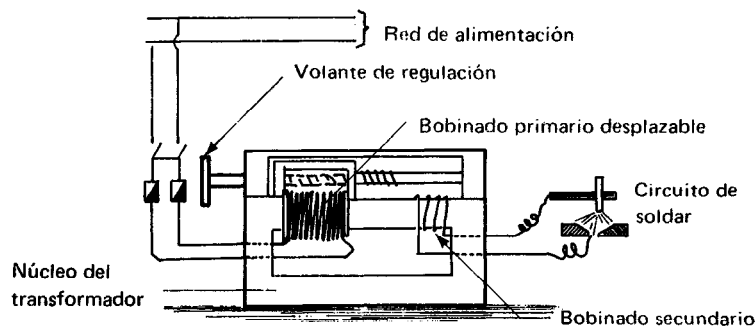

Figura 2.4
- ▲ *Regulación por bobina desplazante (Figura 2.4).* Consiste en alejar el primario y el secundario entre sí.